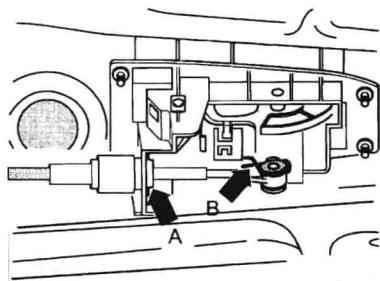
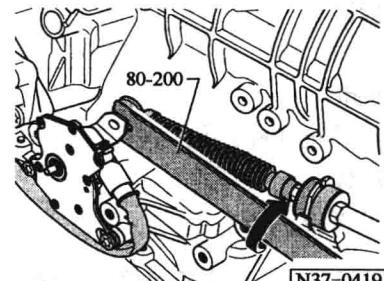

图 1-8 从支架上拆下拉索
图 1-9 从换挡轴拆下拉索
⑤把止动夹_____尾部压在一起并拆卸下来,如图 1-8 所示。
⑥把安装支架上换挡杆拉索的止动垫圈_____向_____拆卸下来。
⑦拆卸变速器_____。
⑧从_____上拆下换挡杆拉索,如图 1-9 所示。